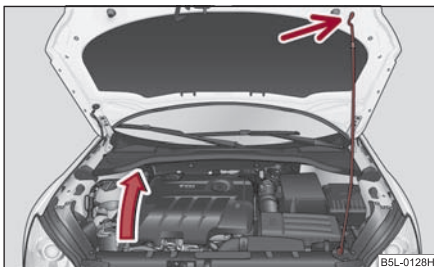

Fig. 16 Seguro del capó con la varilla de apoyo
- Saque la varilla de apoyo de su fijación y engánchela en la abertura prevista con tal fin ⇒ fig. 16.